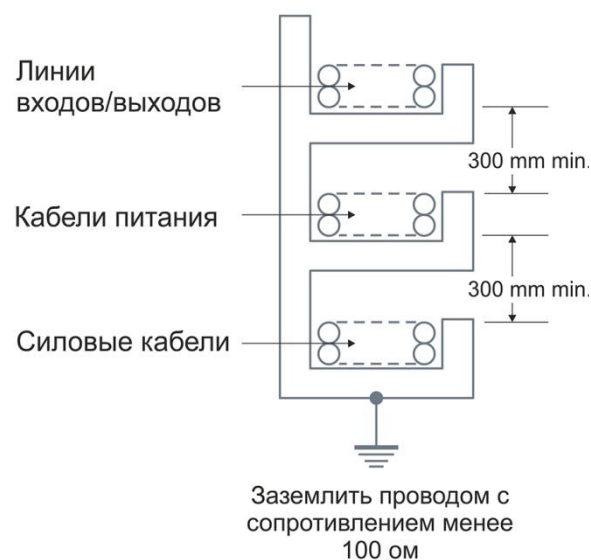

Рис. 24 - Подвесные каналы
1. При помощи шлицевой отвёртки или подобного инструмента отделить кронштейн от контроллера. Для этого необходимо положить контроллер лицевой стороной вниз на плоскую поверхность. Установить отвёртку в отверстие на задней части контроллера и надавить до упора, после чего сдвинуть кронштейн в сторону отвёртки. (см. рисунок 24).